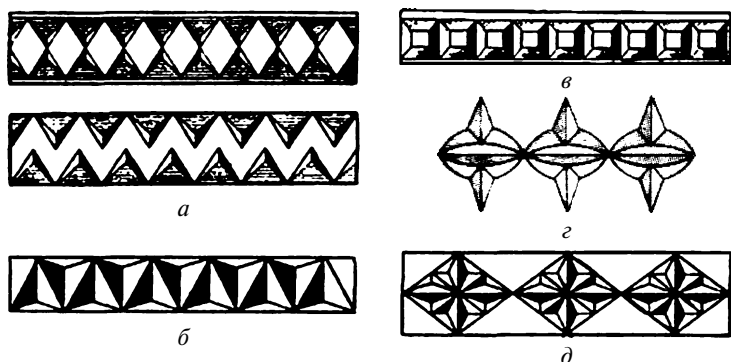

Рис. 32. Фигуры для резьбы
1. Треугольники с углублением в вершине (рис. 32а).
2. Треугольники с углублением в центре (рис. 32б).
3. Четырехгранные выемки (рис. 32в).
4. Скобчатая резьба (рис. 32г).
5. Сияния (рис. 32д).
Все многообразие узоров геометрической резьбы состоит из сочетания двух простых элементов — сколышка и треугольника, которые могут быть в любых композициях. Любой геометрический узор можно расчленить на составные элементы, и они окажутся или сколышками (см. рис. 32а), или треугольниками (см. рис. 32б).
Разметку сияния в квадрате (рис. 32д) выполняют так. Проводят диагонали, затем стороны делят на задуманное число частей и соединяют их с центром. Каждый из образовавшихся треугольников необходимо разметить под резьбу. Чтобы в этих разных треугольниках была общая разметка, нужно провести внутрь квадрата параллельно его сторонам вспомогательные линии. Между параллельными линиями размечают треугольники для резьбы. Центры, расположенные на этих вспомогательных линиях, нужно соединить лучами с углами треугольников. По этим лучам ведется наковка, а затем и вырезание сияния. Аналогично размечают под резьбу сияние в ромбе и прямоугольнике. Но в отличие от сияния в круге, где все лучи – треугольники, одинаковые по величине, сияния в квадрате, ромбе, треугольнике имеют разные по длине треугольные лучи. В этом декоративная особенность каждого из сияний. Сияние, заключенное в квадрат, ромб, круг, образует как бы цветочную розетку. Сияние в углу или на краю композиции напоминает складной веер.